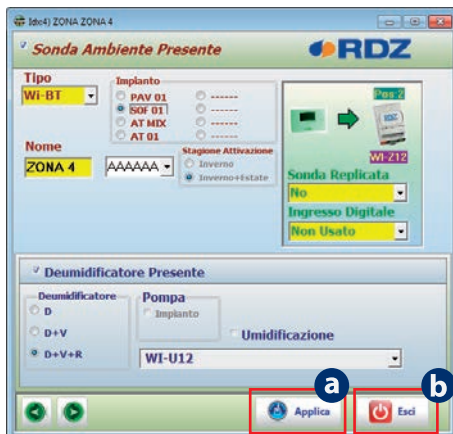

FIG. 8.1.3
1) Parameters modification: placing the mouse on one of the object names (system, zone or U.T.A.) and clicking opens a panel containing a series of parameters associated with the selected object (Fig. 8.1.3).
1) Modifica dei parametri: puntando il mouse su uno dei nomi degli oggetti che compaiono (impianto, zona o U.T.A.) e cliccandolo si apre una maschera che contiene una serie di parametri associati all'oggetto selezionato (Fig. 8.1.3).